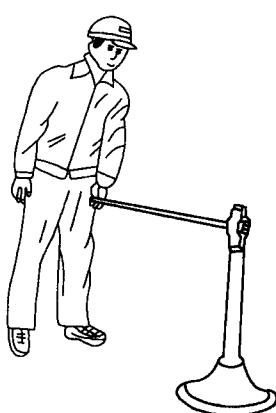

图 2-6 坚向抡打的预备姿势
- 2) 锤头自上而下抡打，坚向抡打（右撇）的预备姿势如图 2-6 所示，两脚站立位置与抱打时正好相反，左脚在前，右脚在后，略呈外八字自然开立。握锤方法和身体姿势则完全与抱打相同。